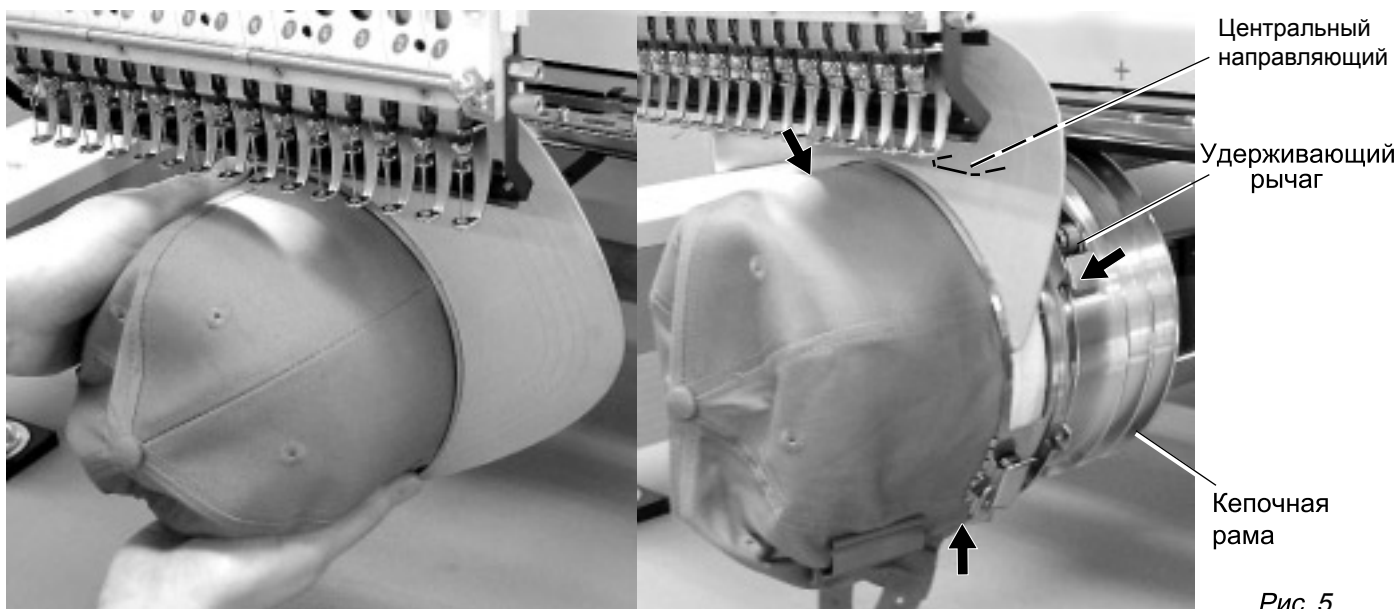

Рис. 5
2. Как показано на Рис. 5, держите кепочные пальцы обеими руками и наденьте их на приспособление для запяливания. Надавливая на фиксирующие рычаги пальцами в двух местах, расположите пальцы так, чтобы центральный направляющий плотно входил в вогнутую область кепочных пальцев.
2. Как показано на Рис. 5, держите кепочные пальцы обеими руками и наденьте их на приспособление для запяливания. Надавливая на фиксирующие рычаги пальцами в трех местах, расположите пальцы так, чтобы центральный направляющий плотно входил в вогнутую область кепочных пальцев.
8. Как показано на Рис. 5, поместите кепочные пяльцы на кепочную раму. Надавите на удерживающий рычаг в 3 местах, как показано на рисунке, и наденьте кепочные пяльцы так, чтобы центральный направляющий кепочной рамы попал в вогнутую часть кепочных пяльцев.